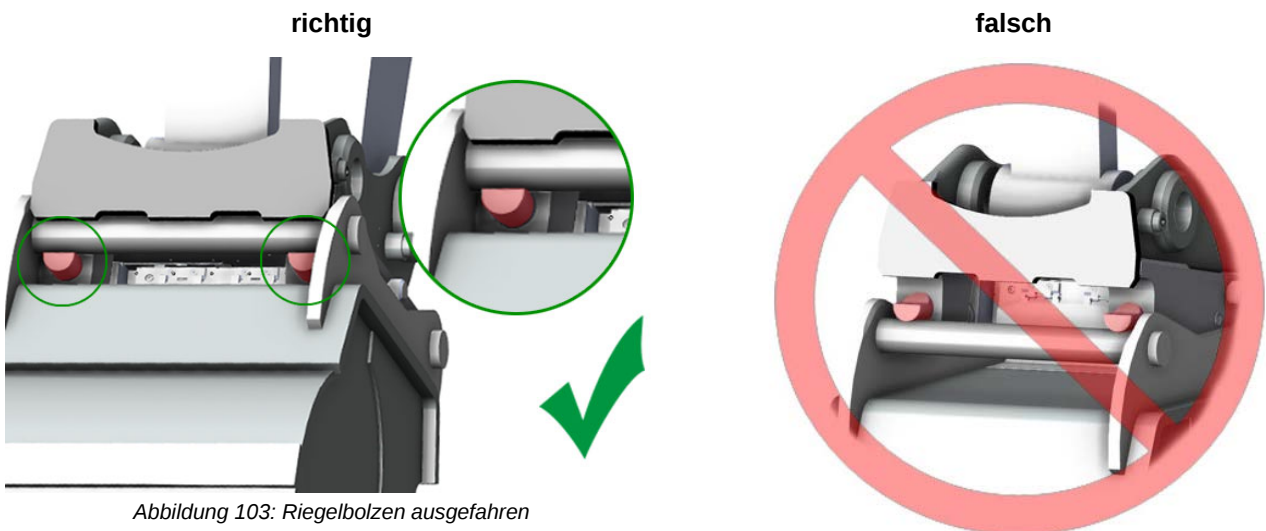

Abbildung 103: Riegelbolzen ausgefahren
- Die Riegelbolzen befinden sich unter der zu verriegelnden Achse des Geräteadapters, siehe *Abbildung 103*.